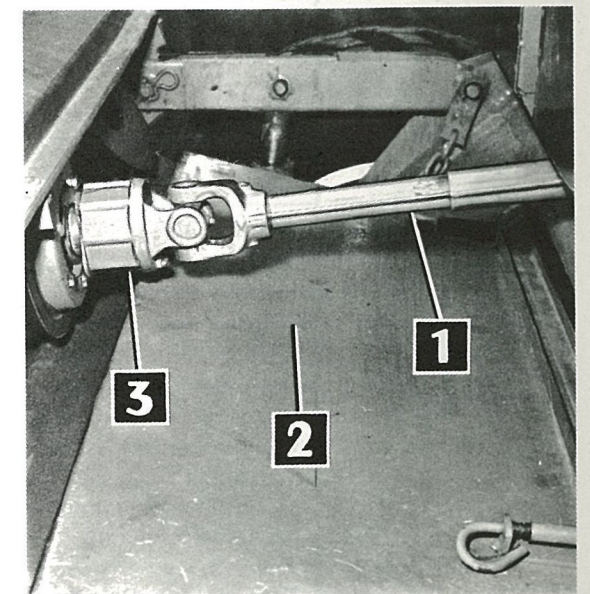

FIG. 5B
- monter la transmission 1 - Fig. 5B, son limiteur de couple (3) étant du côté plateforme.